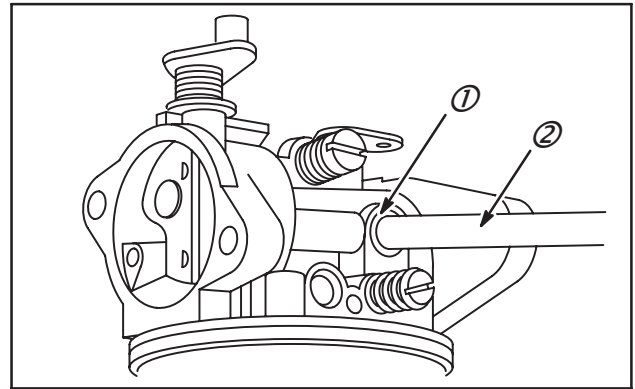

Fig. 107
1. Placer le(s) opercule(s) (1) à l'aide d'un pointeau (2) de diamètre légèrement inférieur au diamètre extérieur de l'opercule.
3. Quand l'opercule est monté, rendre le bord externe étanche avec du vernis à ongles ou un produit d'étanchéité non durcissant, Fig. 107.